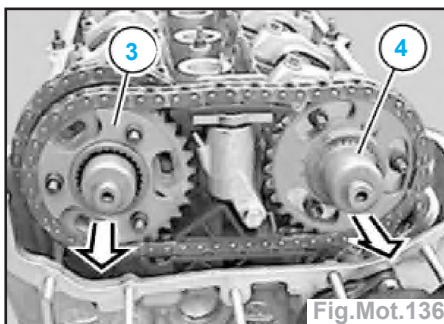

Fig.Mot.136
- Retirer les pignons de chaîne des arbres d'admission et d'échappement avec la chaîne, la rondelle de butée (3) et l'arbre cannelé (4) (Fig.Mot.136).